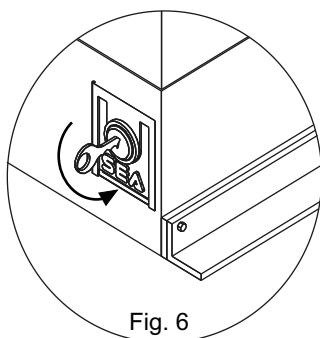

Fig. 6
- Insertir la llave y girarla para abrir la portilla que protege la manilla de plástico (Fig. 6).